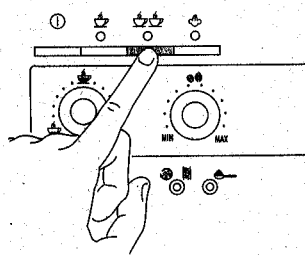
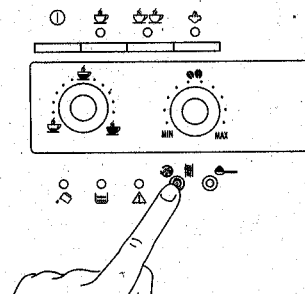

Рис. 13
Рис. 14
- 5) 5) Нажмите кнопку ☕, рис. 12, если вы готовите 1 кофе или кнопку ☕☕, рис. 13, если готовите 2 чашки кофе. (После этого кофеварка помелит зерна кофе, выполнит короткую подачу кофе, паузу и полностью выльет кофе в чашку. После достижения требуемого количества кофеварка автоматически остановит подачу кофе и вытолкнет остатки кофе в кассету для кофейной гущи).
- 7) Для того, чтобы включить кофеварку нажмите кнопку ①. (До выключения кофеварка выполняет автоматическое споласкивание: из носиков подачи кофе выльется немного горячей воды, которая будет собрана в поддоне для сбора воды). Если кофеварка не выключается кнопкой ①, в любом случае через 3 часа и 15 минут после последнего использования, она выключится самостоятельно, выполнив сначала короткое споласкивание.
ПРИМЕЧАНИЕ 1: если необходимо приготовить маленькую чашку кофе (меньше 60 мл) и после последнего приготовления или споласкивания прошло более 5 минут, температура приготовленного кофе будет немного ниже. Для того, чтобы приготовить более горячий кофе, до нажатия кнопки ☕ рекомендуется выполнить короткое споласкивание, нагревающее внутренние части кофеварки, нажав кнопку ③ рис. 14, и вылив вод в ванночку для сбора воды.